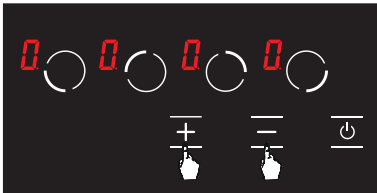

Afbeelding 10
3. Druk daarna een maal op de **+** knop. Het **H** pictogram verschijnt in de relevante kookzone met deze aanraking. (zie Afb. 10) De warmhouden functie wordt ingeschakeld.